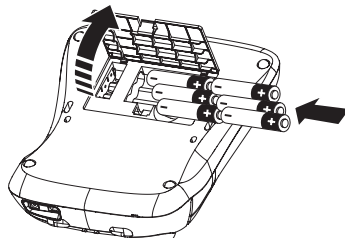

Figure 2
1. Appuyez sur l'échancrure pour ouvrir le couvercle du compartiment piles. Voir Figure 2.